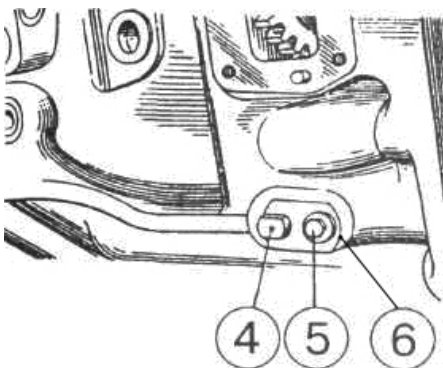

Рисунок 4.32
- н) отверните болт 5 (рисунок 4.32) и снимите пластину 6;
- а) полости манжет, запрессованных в кронштейн отводки и вал ведущий привода ВОМ, а также поверхность трения кронштейна отводки, поверхность валика 4 (рисунок 4.32) должны быть смазаны консистентной смазкой.